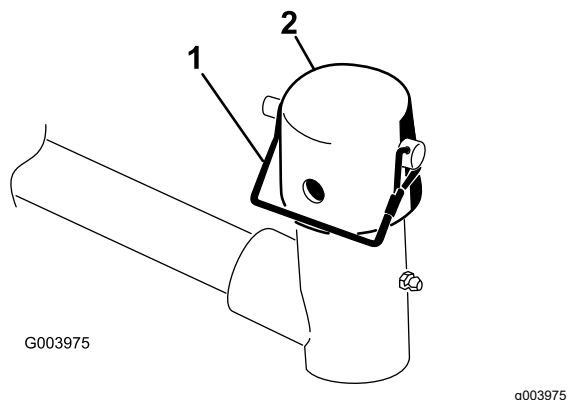

Figure 4
3. Sur le bras de levage de chaque unité de coupe, retirez la goupille à anneau qui fixe le capuchon sur le manchon de pivot du bras et déposez le capuchon (Figure 4).